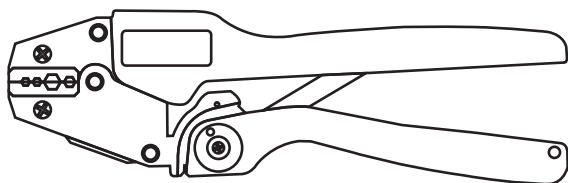

Bild 5 Crimpzange 6-kant für Mantelcrimpung
- Vercrimpen des POF-Kabelmantels mit dem Steckverbinderanker mittels 6-kant-Crimpzange (910CZ00100002) in der entsprechenden Schlüsselweite (SW 3.0) (siehe Bild 5 und 6), bis die Crimpzange hörbar entriegelt.